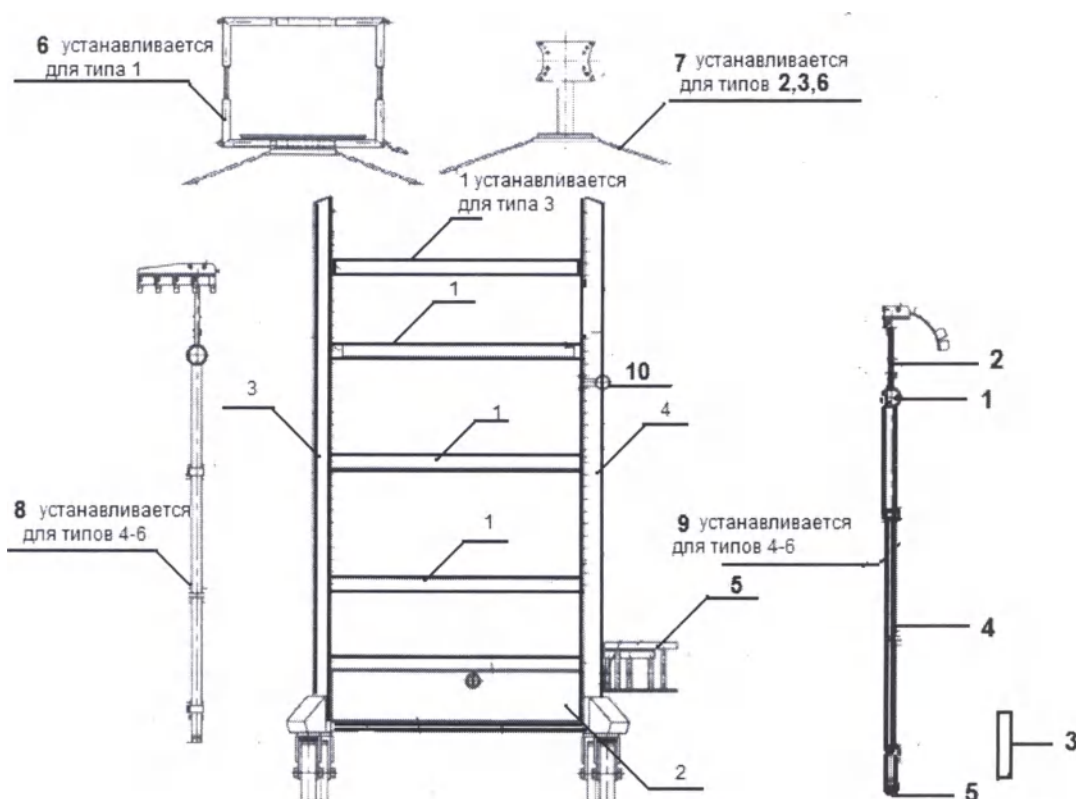

Рис.1
6.1 Состав стоек тип 1...6 указан в таблице 3 и рис.1